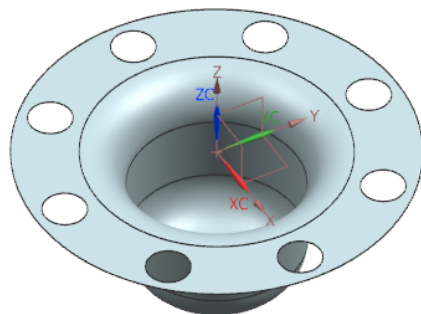

图 4-29 创建法向除料特征
(6) 在如图 4-25 所示对话框中, 单击 **<确定>** 按钮, 创建法向除料特征, 如图 4-29 所示。